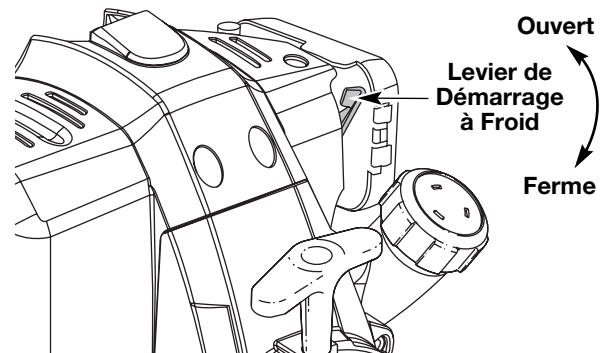

Fig. 11
**SI FROID...** Par temps froid (sous 4°C/ 40°F), mettez le levier de démarrage à froid (Fig. 11) en position fermé et passez à l'étape 3. N'abaissez PAS ce levier si la température dépasse 4°C (40°F).